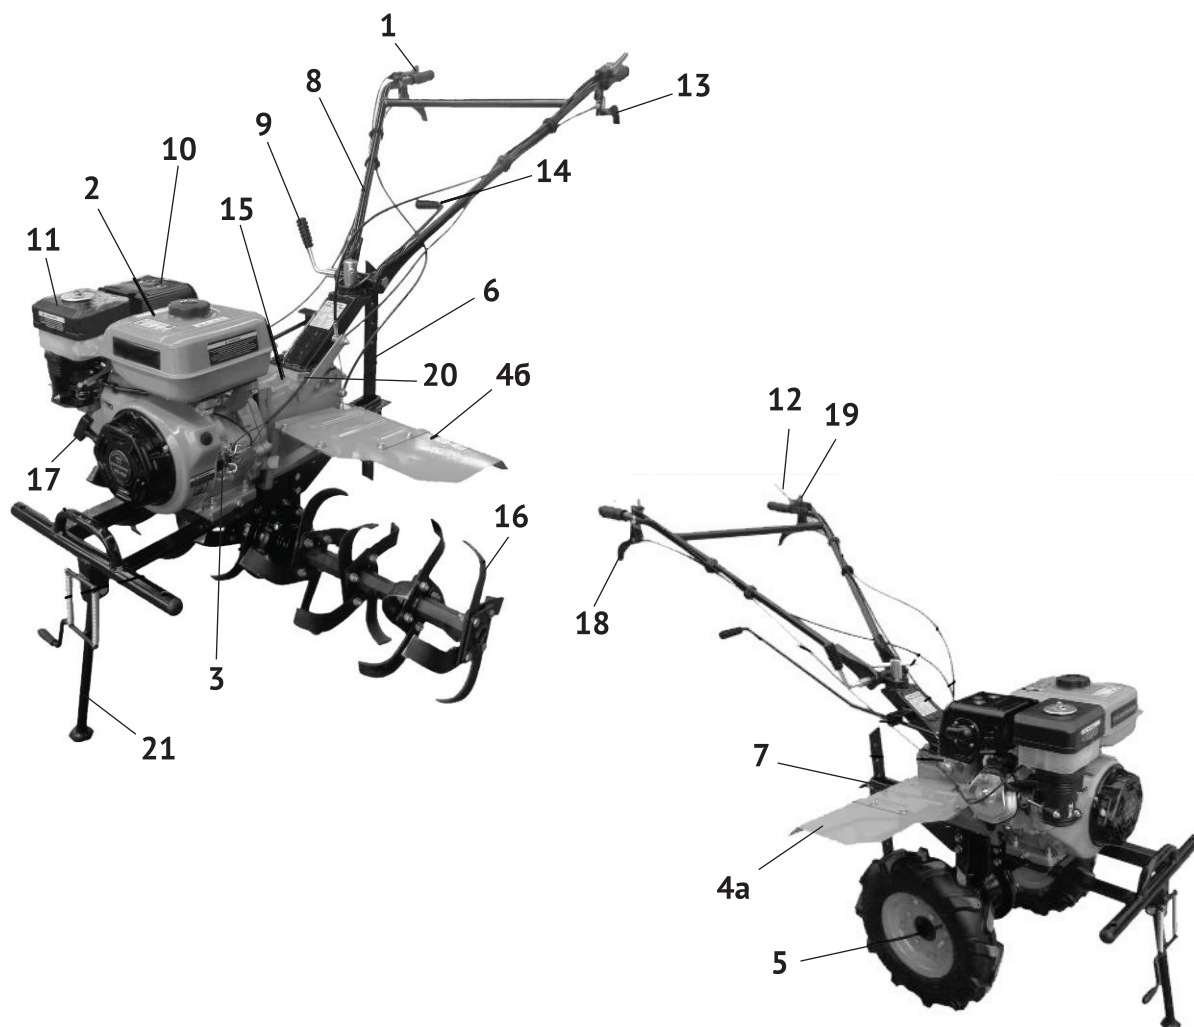
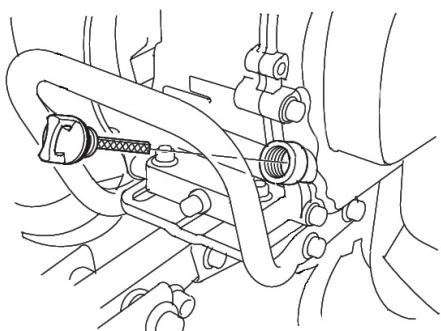

рис.1
рис.7
2.4 Общий вид культиватора представлен на рис.1
Двигатель культиватора и коробка передач закреплены на прямоугольном основании. Коленчатый вал двигателя, расположенный горизонтально, передаёт крутящий момент в коробку передач (рис.1 поз.15). Передача вращения с вала коробки передач, на приводной вал (выходной вал редуктора) фрез (колёс) осуществляется конической шестернёй. Рычаг (рис.1 поз.12) осуществляет функцию выключателя зажигания: рычаг нажат – соответствует положению выключателя «ON» - включено, рычаг отжат – положение «OFF» - выключено. При нажатом рычаге сцепления (рис.1 поз.13), рычаг переключения передач вперёд (рис.1 поз.14) устанавливает одно из трёх фиксированных положений: «нейтраль» - «0», «Быстро» или «Медленно».
Включение передачи движения «назад» осуществляется нажатием и удержанием рычага (рис.1 поз.18) на правой рукоятке.
- совместить крепёжные отверстия в нижних частях рукояток управления (рис.1 поз.8) с отверстием кронштейна крепления;
- зафиксировать в удобном по высоте положении (на уровне талии) рычагом (рис.1 поз.9).
- раскрутить винтовое соединение рычага управления дроссельной заслонкой (рис.1 поз.1);
- прикрепить трос управления дроссельной заслонкой (рис.1 поз.1) так, чтобы он располагался сверху;
- раскрутить винтовое соединение рычага сцепления (рис.1 поз.13);
- прикрепить трос включения задней передачи (рис.1 поз.18) так, чтобы он располагался снизу;
**Внимание!** *Установку и первоначальную регулировку тросов сцепления (рис.1 поз.13), включения задней передачи (рис.1 поз.18), выключателя зажигания (рис.1 поз.12) и управления дроссельной заслонкой (рис.1 поз.1) рекомендуется провести в сервисном центре или доверить квалифицированному специалисту.*
Регулировка осуществляется изменением положения сошника - регулятора глубины вспашки (рис.1 поз.6), крепящемся в сцепном устройстве (рис.1 поз.7):
Выкрутите пробку-щуп (рис.1 поз.3) из маслозаливной горловины и залейте в картер масло необходимой марки до нижнего края горловины, как показано на рис.7. Вставьте сухой чистый щуп в горловину картера и выньте его. Проверьте уровень масла: граница смоченной области щупа должна располагаться между отметками минимального и максимального уровней.
- выкрутить пробку-щуп (рис.1 поз.20) маслозаливной горловины коробки передач;
Открутите крышку топливного бака (рис.1 поз.2). Заливайте бензин в топливный бак не более чем на 1см ниже уровня основания заливной горловины. Перед запуском двигателя тщательно протрите крышку бензобака, удалив возможные при заправке брызги топлива.